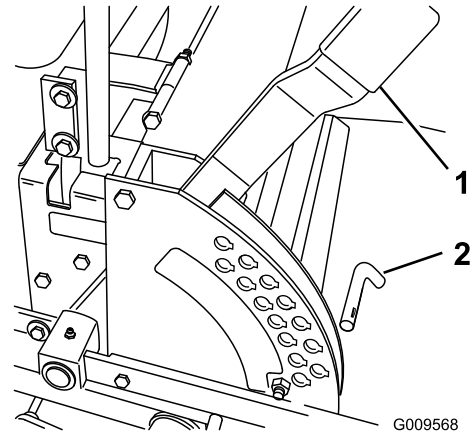

Figura 20
1. Levante la palanca de ajuste de la altura de corte a la posición de transporte, que es también la posición de altura de corte de 5 pulgadas (127 mm) (Figura 20).
2. Para ajustar la altura de corte, retire el pasador del soporte de altura de corte (Figura 20).
3. Seleccione el taladro del soporte de altura de corte que corresponde a la altura de corte deseada, e inserte el pasador (Figura 20).